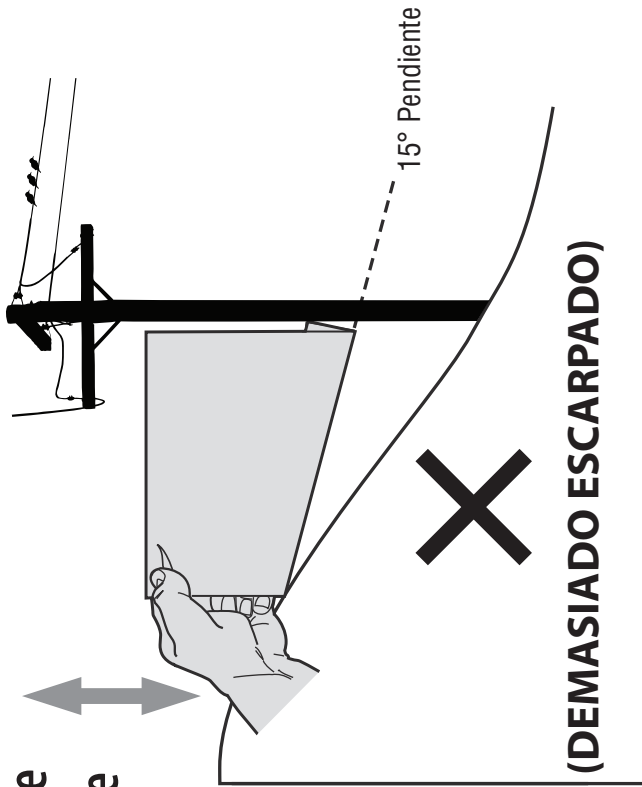
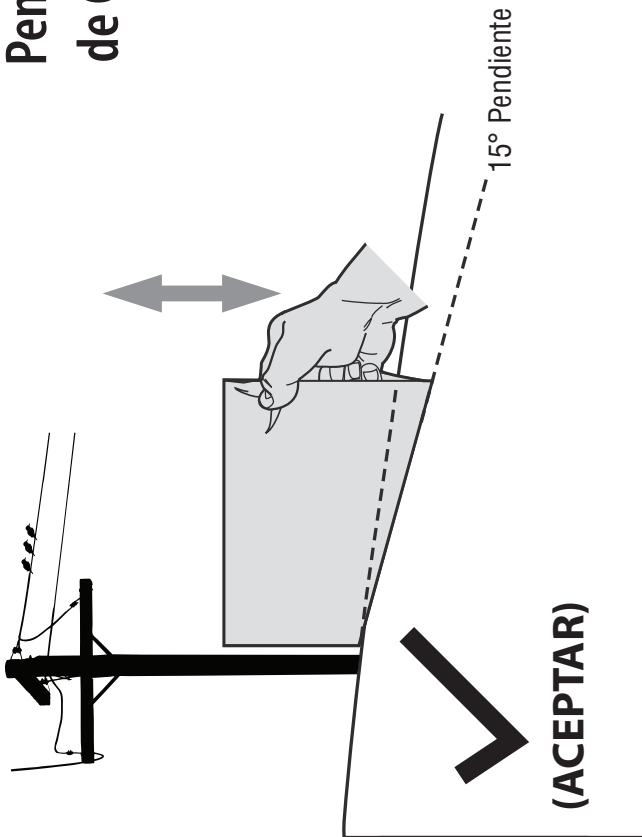

Figura 2
Figura 1
3. Alinee cada lado de pendiente de calibre con el objeto vertical (consultar Figura 1 and Figura 2).
4. Ajuste el pendiente de calibre arriba o hacia abajo hasta los toques esquina izquierda el pendiente (consultar Figura 1 and Figura 2).
5. Si hay un espacio por debajo de la pendiente de calibre, el pendiente es demasiado escarpa por operación segura (consultar Figura 2 above).